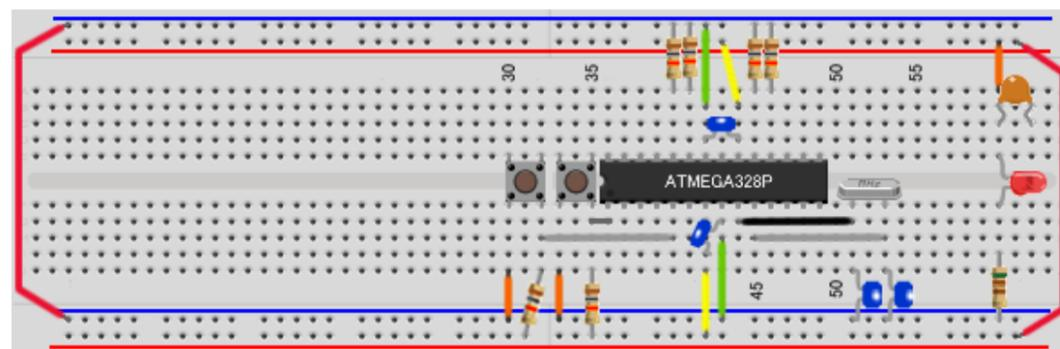

図5
- (3) 抵抗器 (10KΩ) 6個を図5のように接続します。